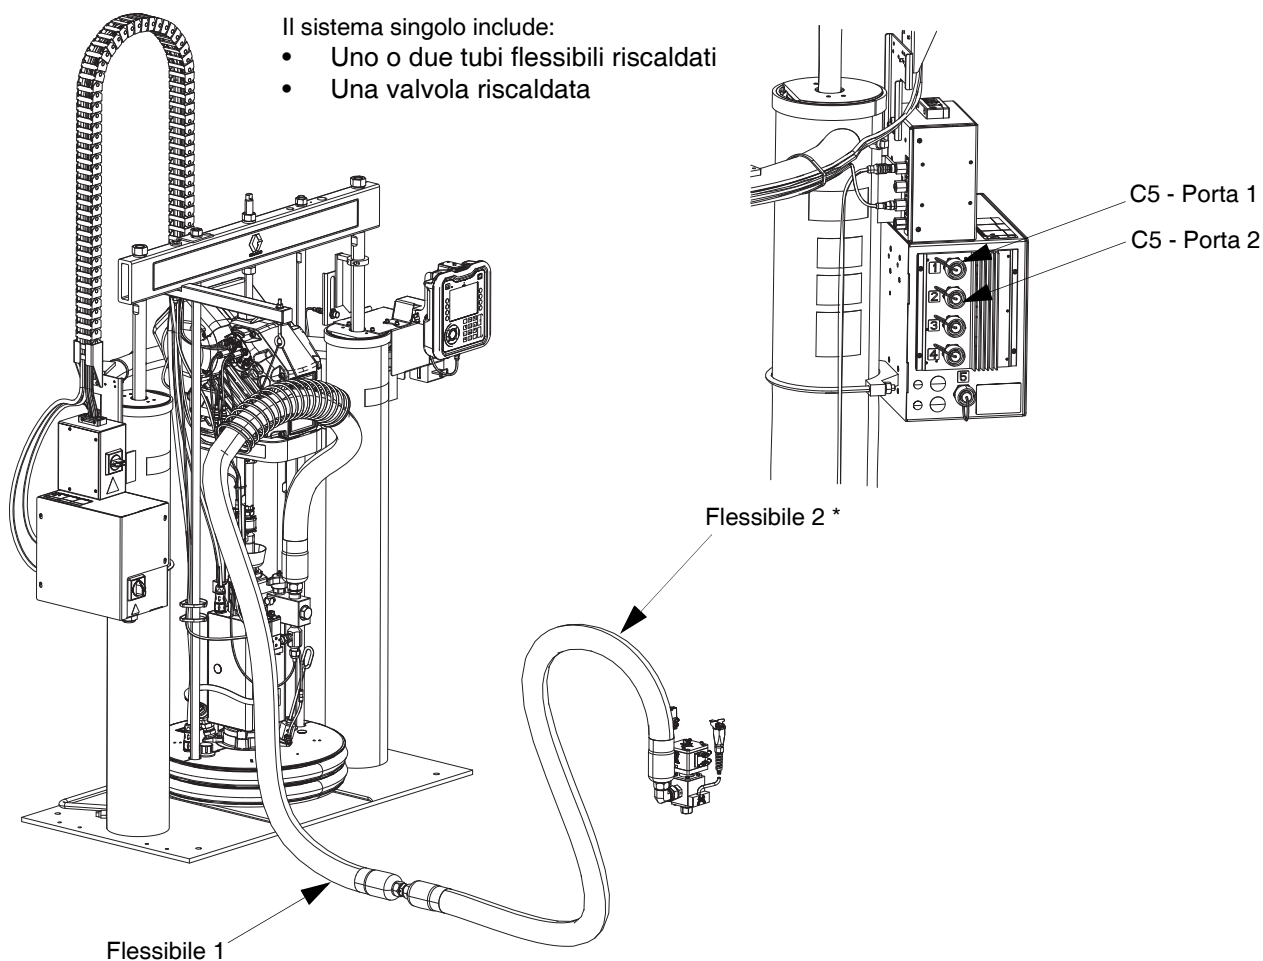

FIG. 25
- Valvola riscaldata - Collegamenti elettrici quadrati dal tubo flessibile 2 alla valvola di erogazione assiale (B). Vedere FIG. 25.